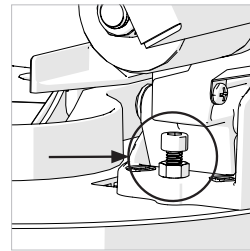

Fig. 31
- Die Feststellmutter der Einstellschraube für den 0° Neigungswinkelanschlag leicht lockern. **(Abb. 31)**